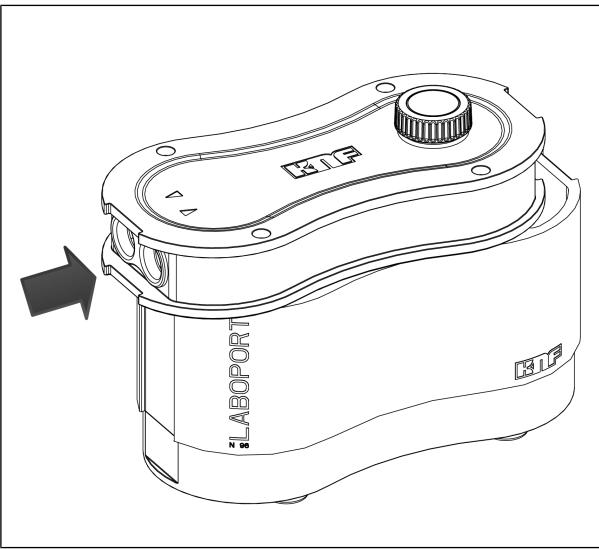

Fig. 12: Glissement du couvercle du carter sur les raccords de gaz (fermer la pompe)
2. Faites glisser le couvercle du carter (2) sur les raccords de gaz jusqu'à ce que la géométrie du couvercle du carter (2) coïncide avec celle du carter de la pompe (3) (voir Fig. 12).